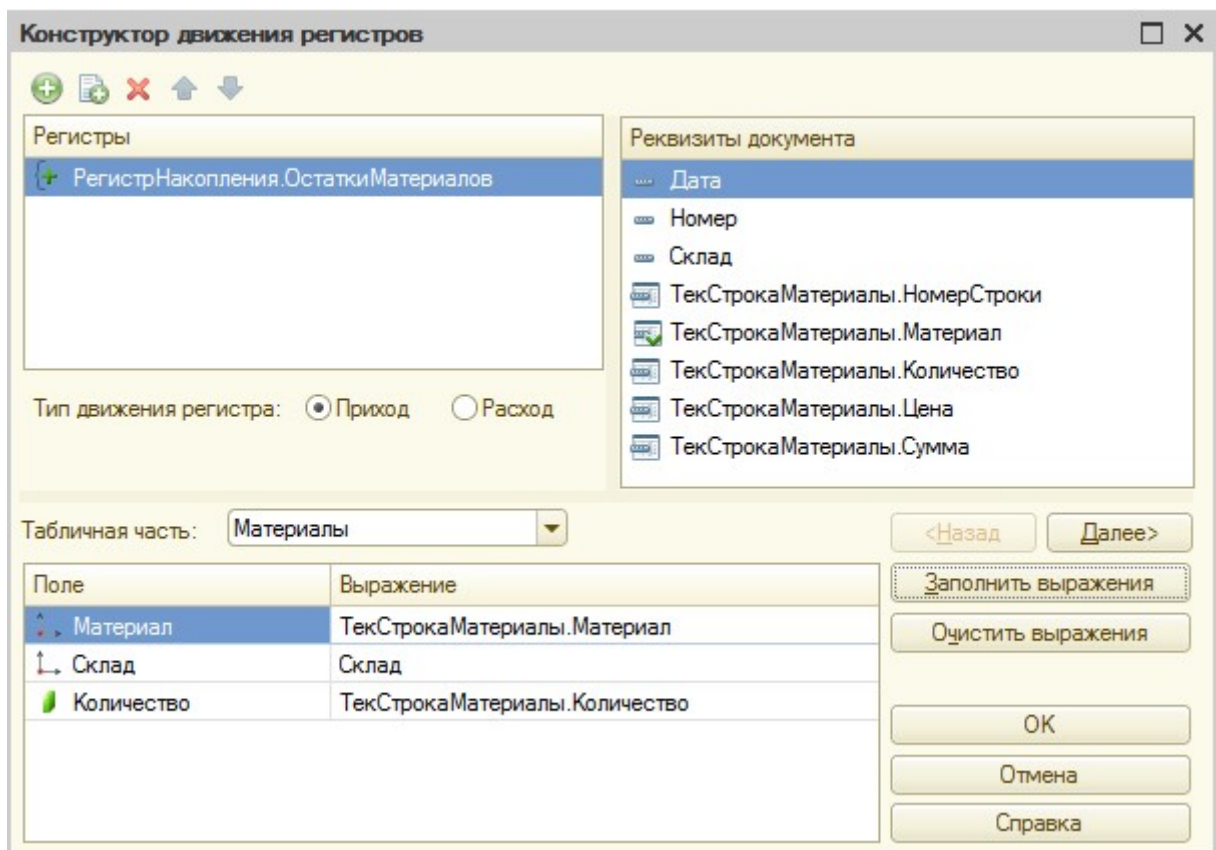

Рисунок 39 Конструктор движения документа «Приходная накладная»
5. Для документа **ПриходнаяНакладная** на вкладке «Движения» по кнопке «**Конструктор движений**» укажите **Тип движения** регистра – Приход. В табличной части выберите табличную часть документа **Материалы**. Далее нажмите кнопку «**Заполнить выражения**». Проверьте заполнение нижних выражений (рис. 39).